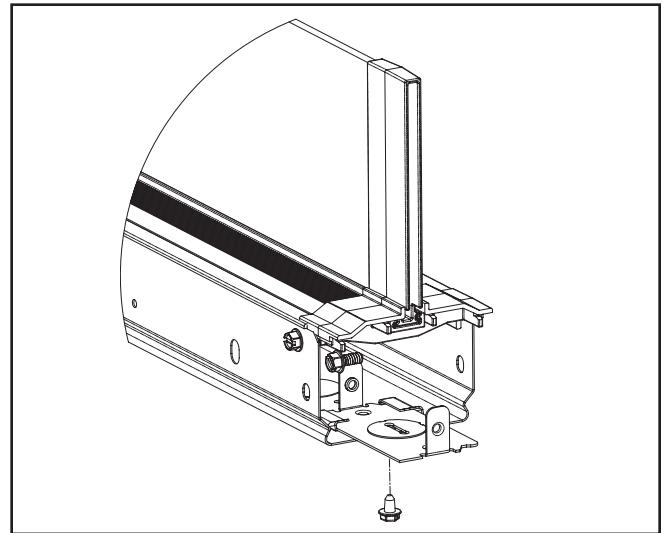

Figure 3.
5. Installez le pont du puits de chaleur et l'entretoise du guide d'ondes à l'extrémité du puits de chaleur et du guide d'onde tel qu'illustré (Figure 3).